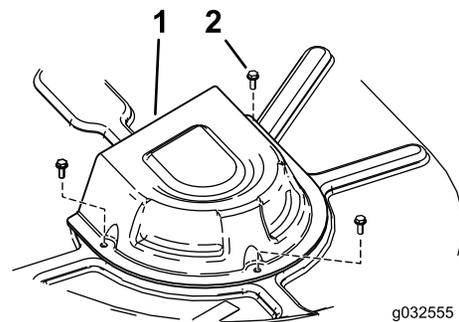

Figure 67
5. Déposez les couvercles de poulie (Figure 67).